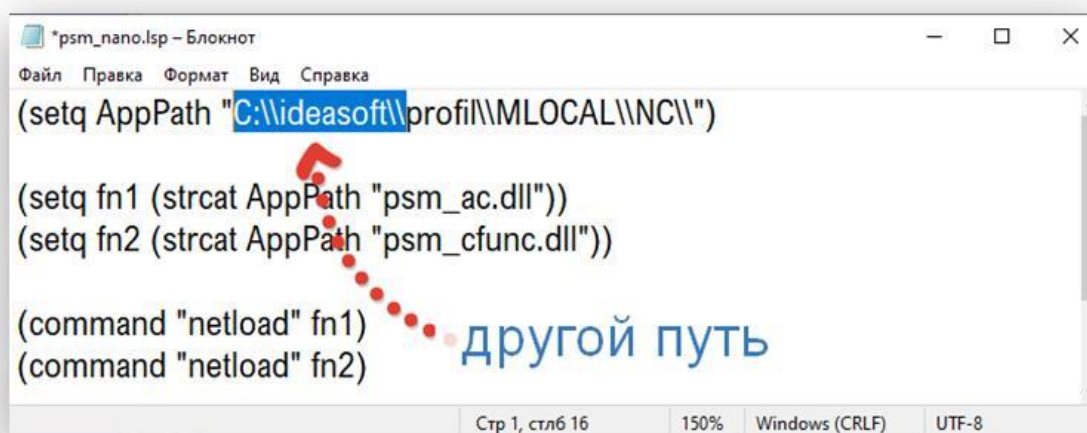

Рис. 3.7. Редактирование пути к загрузке модулей программы «ПРОФИЛЬ» в файле psm\_nano.lsp
3.7. Если вы желаете размещать файлы программы «ПРОФИЛЬ» отличном от пути по умолчанию, то следует прописать другой путь файлу **psm\_nano.lsp** к файлам рис. 3.7.